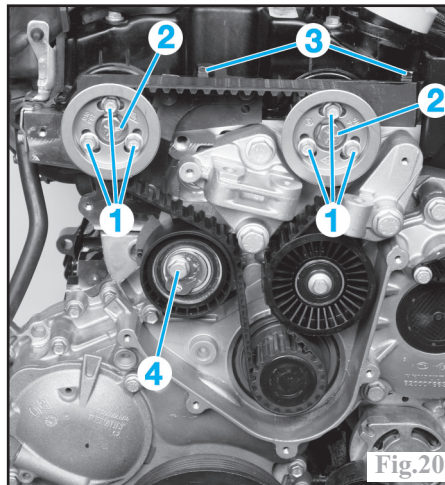

Fig.20
Desserrer d'un tour maximum les vis (1) des pignons d'arbres à cames (Fig.20).
S'assurer que les vis (1) ne soient pas en butée au fond des lumières des pignons d'arbres à cames (Fig.20).
Serrer la vis (4) du galet tendeur à **2,5 daN.m** et les vis (1) des pignons d'arbres à cames à **1 daN.m** (Fig.20).